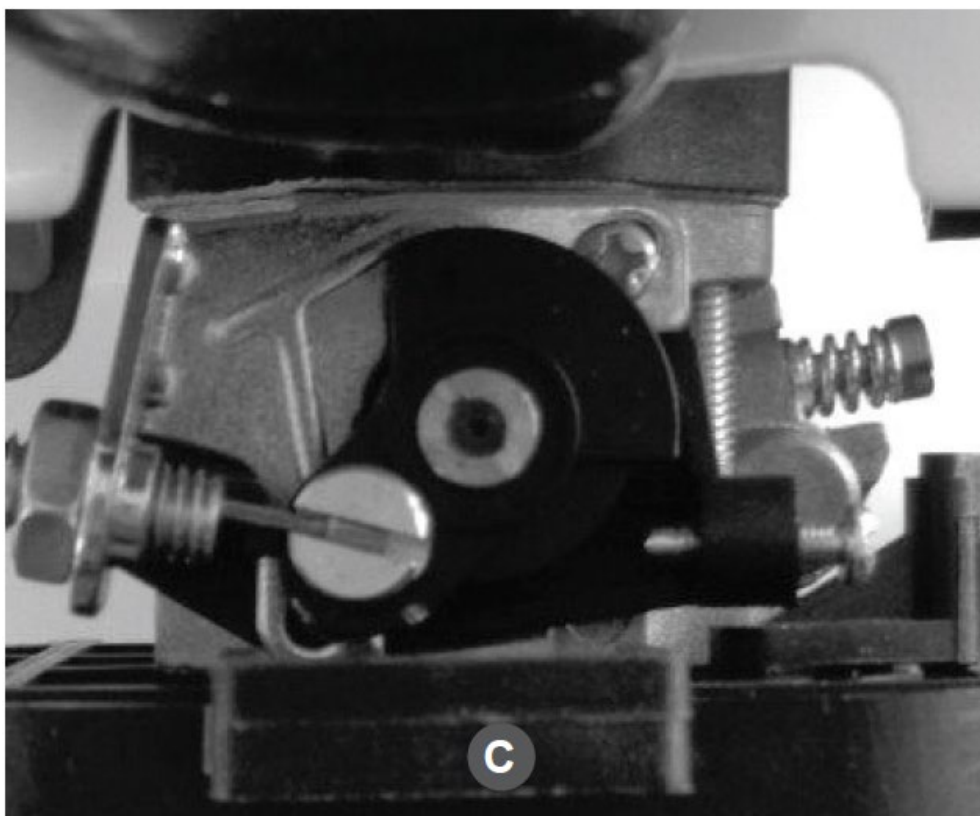

Рис. 4 Положение кронштейна дроссельной заслонки
- при не нажатом рычаге газа кронштейн дроссельной заслонки касался винта холостого хода (Рис. 4А);
положении (Рис. 4В);
- при максимально нажатом рычаге газа кронштейн дроссельной заслонки находился в крайнем положении при вращении его по часовой стрелке (Рис. 4С).